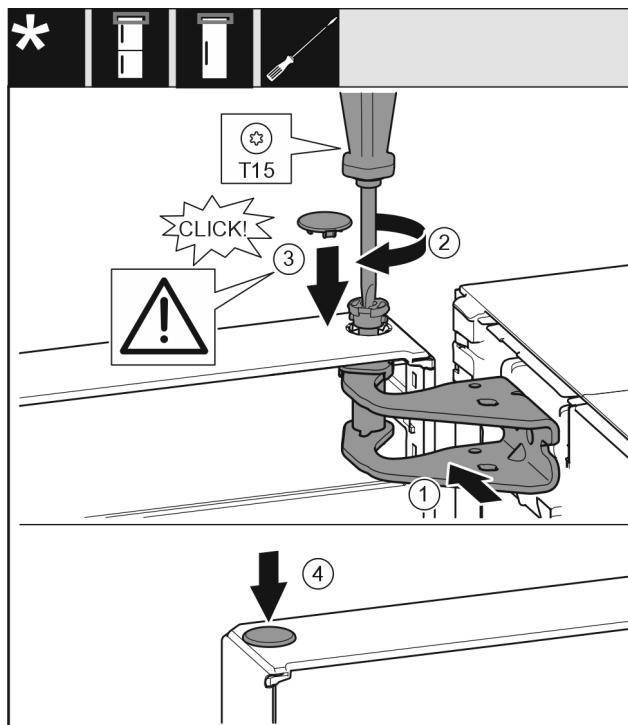

Fig. 18
- Вирівняйте дверцята зверху по отвору в опорному кронштейні. Fig. 18 (1)
- Вставте палець та закрутіть за допомогою викрутки T15. Fig. 18 (2)
- ▶ Встановіть захисну кришку для захисту дверцят: вставте захисну кришку і проконтролуйте, щоб вона прилягала до дверцят. Якщо це не так, повністю вставте палець. Fig. 18 (3)
- ▶ Вставте пробку. Fig. 18 (4)